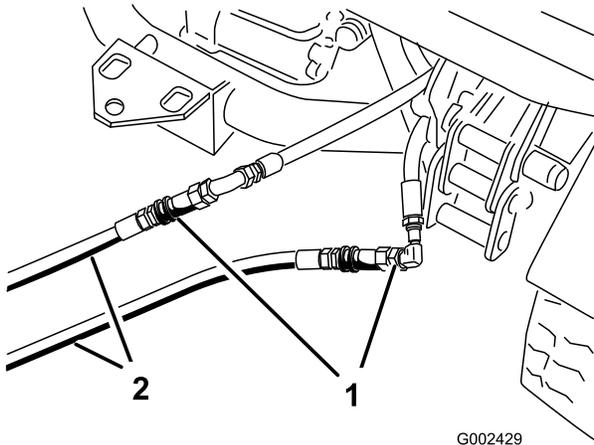

**Figure 94**
4. Sur l'autre véhicule, branchez les 2 flexibles au raccord se trouvant encore dans le support (branchez le flexible supérieur au raccord supérieur et le flexible inférieur au raccord inférieur) (Figure 94).